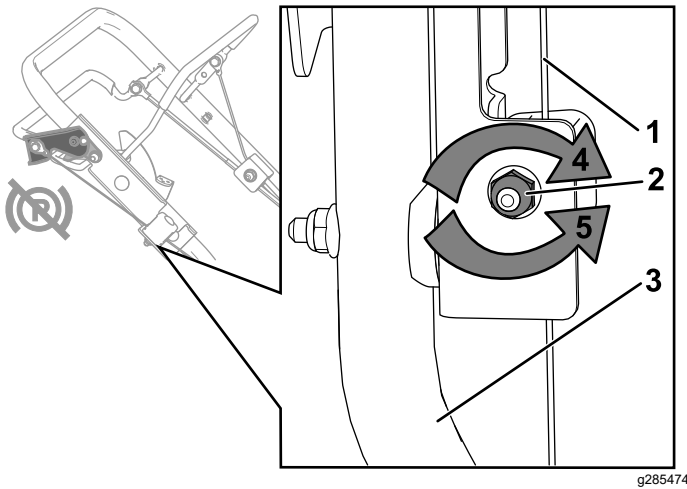

Bild 51
2. Drehen Sie die Einstellmutter nach links, um die Zueinstellung zu lösen (Bild 51).
3. Stellen Sie die Spannung des Bremszugs (Bild 51) ein, indem Sie den Kabelmantel zurückziehen oder nach vorne drücken und dann in dieser Stellung halten.